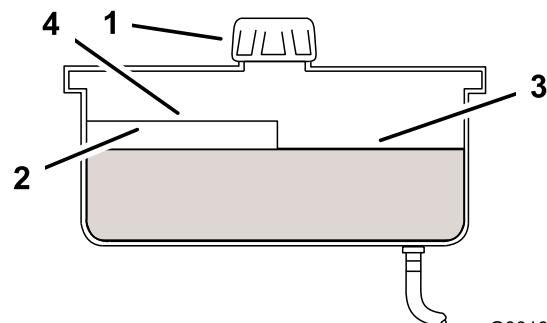

Figure 60
4. Nettoyez la surface autour du bouchon et du goulot de remplissage du réservoir hydraulique (Figure 60).
5. Enlevez le bouchon du goulot de remplissage. Vérifiez si le réservoir contient du liquide (Figure 60).
- Remarque:** Lorsque l'huile est chaude, elle doit atteindre le haut du repère “à chaud” sur le déflecteur (Figure 60).